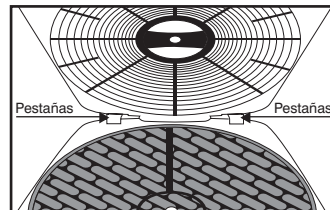

Fig. 5
4. Coloque las lengüetas de la parte inferior de la placa de la rejilla en la base de la unidad. Vea la Fig. 5.